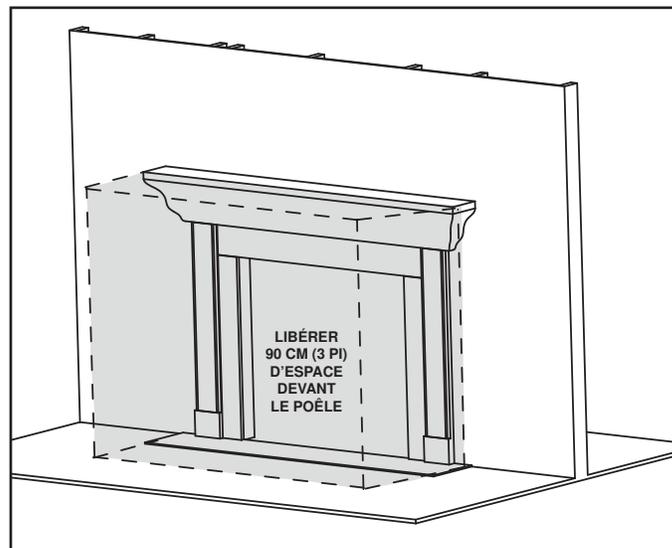

Figure 3.1 Exigences d'espace libre
**AVERTISSEMENT! NE PAS** placer d'objets combustibles devant le poêle ou de manière à recouvrir les ailettes. Des températures élevées peuvent allumer un incendie. Voir la figure 3.1.